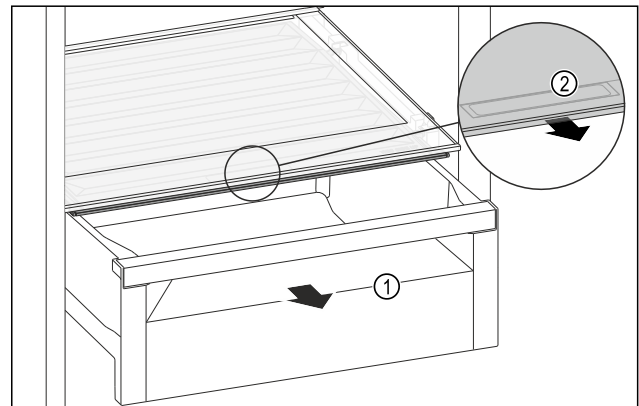

Fig. 142
- ▶ Schubfach Fig. 142 (1) herausziehen.
- ▶ Griffmulde Fig. 142 (2) am Fachdeckel anfassen und Fachdeckel gleichzeitig nach vorne ziehen.